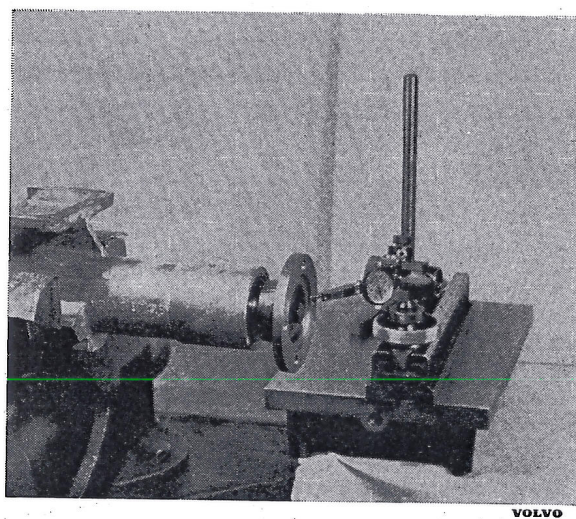

Bild 17. Indikering av medbringare.
2. Montera hastighetsmätarhjulet (24) med avfasningen bakåt och sätt i axeln i förlängningshalsen.
3. Pressa i bakre lagret (19) med dorn SVO 4113 och tättningsringen (20) med samma verktyg.
4. Driv på medbringaren (23) med dorn SVO 4034. Kontrollera därvid först att medbringarens främre yta är utan grader. Drag fast medbringaren med skruven (22).
5. Sätt fast huvudaxeln med förlängningshalsen i ett skruvstucke och kontrollera radialkastet på medbringaren (se bild 17). Max. tillåtet radialkast är 0,07 mm. Kontrollera även skevhet; max. tillåtet är 0,09 mm.
6. Känn efter att hjulet (29) för 1:an och backen går lätt på axeln. Kontrollera på samma sätt 2:ans hjul (34) och synkroniseringsanordningen.
7. H 5—H 6: Montera hastighetsmätardrevet, bakre locket med tätningsring och medbringaren. Drag skruvarna och muttern för medbringaren. Mät upp medbringarens skevhet, bild 17.